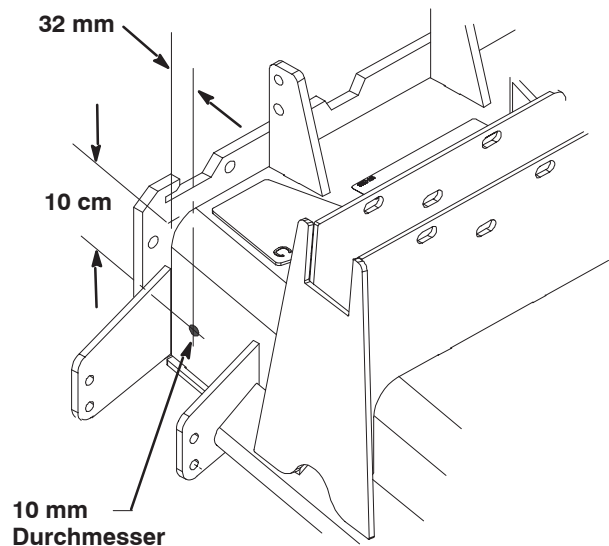

Bild 5
6. Verwenden Sie die Abmessungen, die in Bild 5 angegeben sind; markieren Sie die Stelle und bohren Sie ein Loch mit einem Durchmesser von 10 mm in die rechte vordere Kante des Mähwerks.